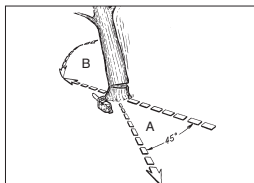

Abb. 12
**ACHTUNG:** Vor dem Schneiden sollte ein Rückzugspfad (A) geplant und freigelegt werden. Der Rückzugspfad sollte nach hinten und diagonal zur Rückseite der erwarteten Fallrichtung verlaufen, wie in Abb. 12 dargestellt ist.
**HINWEIS:** Die Fallrichtung (B) wird vom Kerbschnitt bestimmt. Berücksichtigen Sie vor dem Schneiden die Anordnung größerer Zweige und die natürliche Neigung des Baumes, um den Fallweg des Baumes abzuschätzen.
**ACHTUNG:** Wenn der Fällschnitt sich dem Ankerpunkt nähert, beginnt der Baum zu fallen. Sobald der Baum zu fallen beginnt, ziehen Sie die Säge aus dem Schnitt heraus, stoppen Sie den Motor, legen Sie die Kettensäge ab und verlassen Sie den Bereich über den Rückzugsfad (Abb. 12).